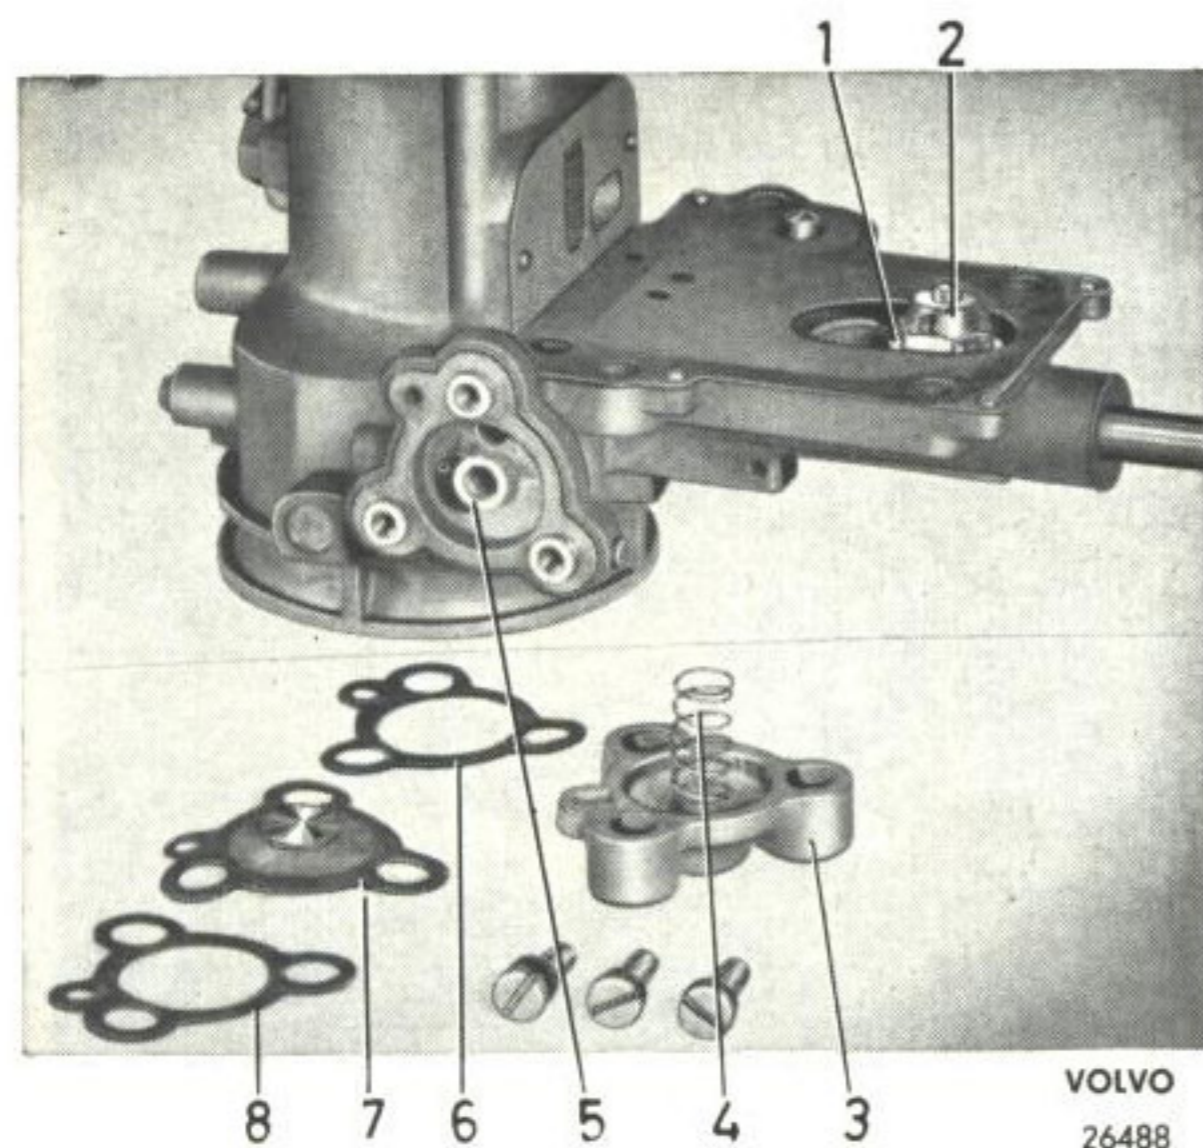

Bild 72. Ekonomiventil.
6. Demontera flottörventilen och ekonomiventilen, bild 72. Skruva ur volymskraven.
2. Kontrollera att ekonomiventilens tallrik (7, bild 72) sluter tätt mot sitt säte (5). Tallriken kan läppas mot sätet med fin slippasta om så behövs.